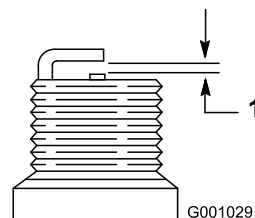

Рисунок 46
7. На новой свече установите зазор между электродами, равный 0,76 мм (Рисунок 46).